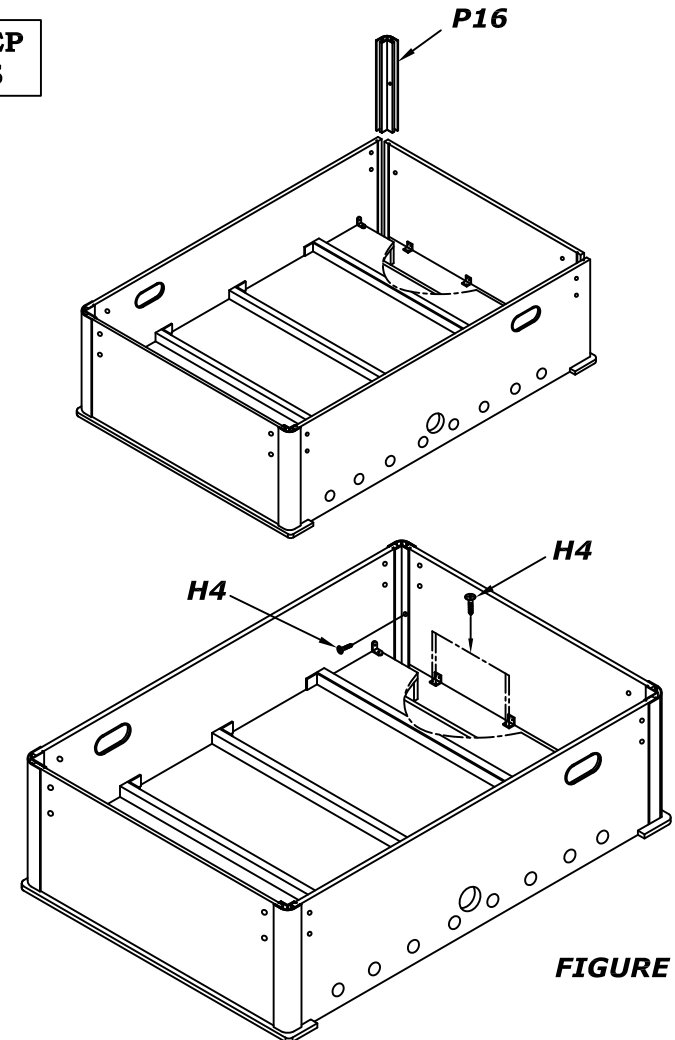

FIGURE 3
- 5 INSERT THE CORNER **P16** TO THE SIDE PANELS AND THE END PANEL **P2C**. FIXED IT WITH SCREWS **H4** AS SHOWN IN **figure 3**. ASSEMBLY THE END PANEL **P2C** WITH SCREW **H4** AS SHOWN IN **figure 3**